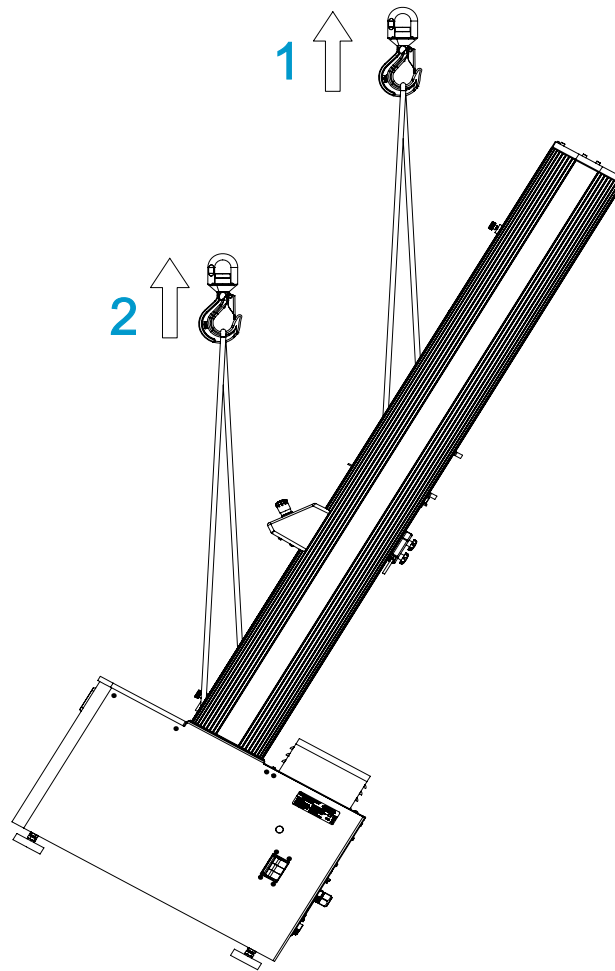

Abbildung 18. Aufrichten eines Prüfrahmens mittels Kran
Siehe Abbildung 18 auf Seite 68.
2. Befestigen Sie die beiden Hebegurte an der Traverse und hängen Sie die Gurte im Haken des Krans ein wie in Abbildung 18 auf Seite 68 gezeigt. Wenn Sie anstelle der Hebegurte Ketten verwenden, verkleiden Sie die Traverse mit einem geeigneten schützenden Material, um sie vor Kratzern und anderen Schäden zu schützen. Ketten können auch andere Teile des Rahmens, z. B. die obere Deckplatte, beschädigen; wickeln Sie unbedingt Schutzmaterial um alle gefährdeten Komponenten.
3. Montieren Sie zwei M16-Hebebolzen in den Rahmensockel und befestigen Sie zwei zusätzliche Hebegurte an den Bolzen, wie in Abbildung 18 auf Seite 68 gezeigt.
Legende für Abbildung 18